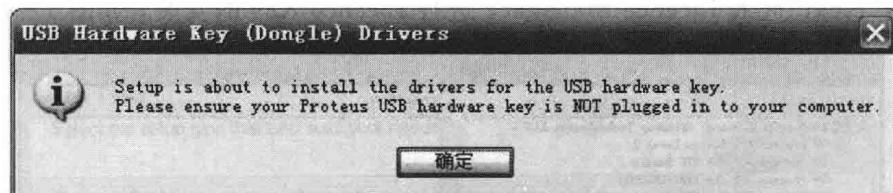

图 1-6 Proteus 安装未插入加密狗提示界面
③ 按照提示，选好安装路径，进行 Proteus 的安装。
④ 安装过程中，出现 USB 硬件加密狗驱动安装的提示，此时应确保加密狗未插在计算机上，如图 1-6 所示。